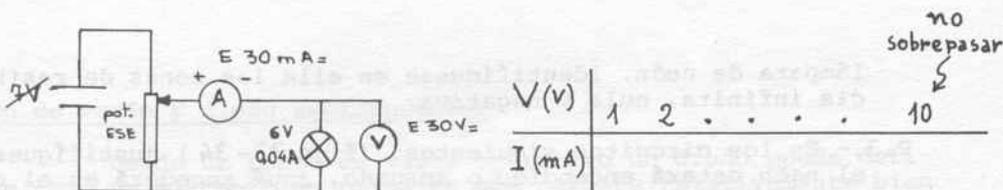

Fig.30
P.1.- Montar el circuito de la figura (fig.30 ) con el cursor del potenciómetro del E.S.E. en posición cero.